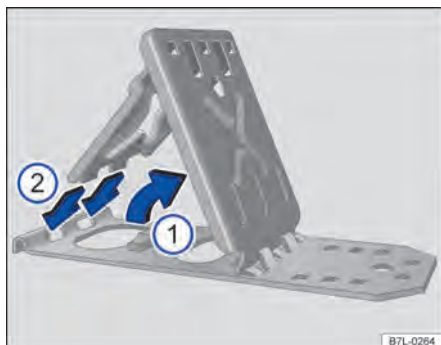

Fig. 223 Rebater os calços dobráveis.
- Erguer a chapa de apoio ⇒ Fig. 223 ①.
- Encaixar completamente as duas “pontas” da chapa de segurança nos furos longos da chapa base ②.